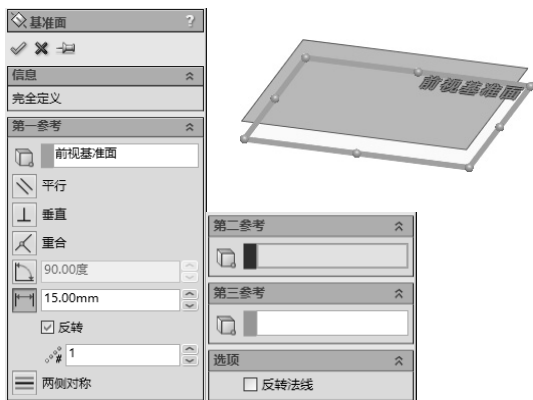

图 3-33 需绘制的草绘图形
STEP 1 新建一零件类型的文件后, 选择“前视基准面”, 单击“特征”工具栏中的“基准面”按钮, 在打开的“基准面 1”属性管理器中设置偏移“距离”为 15mm, 单击“确定”按钮, 创建一基准面, 如图 3-33 所示。